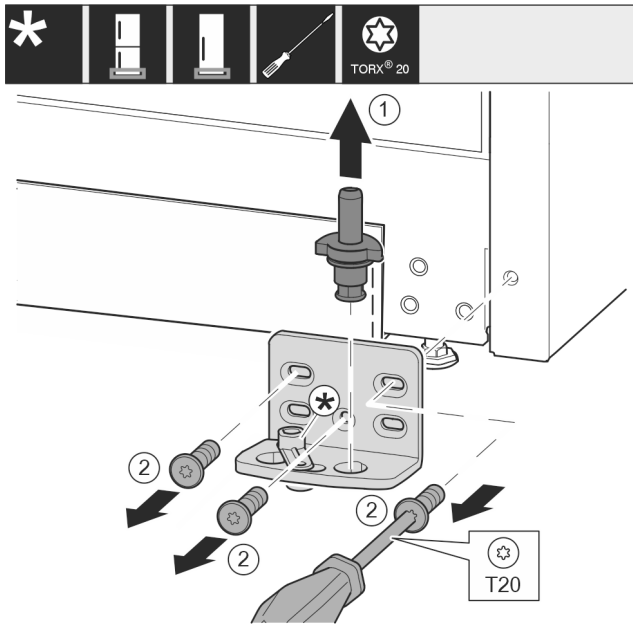

Fig. 17 \*
- ▶ Lagerbolzen Fig. 17 (1) komplett nach oben herausziehen.\*
- ▶ Schrauben Fig. 17 (2) mit Schraubendreher herausdrehen und Lagerbock abnehmen.\*